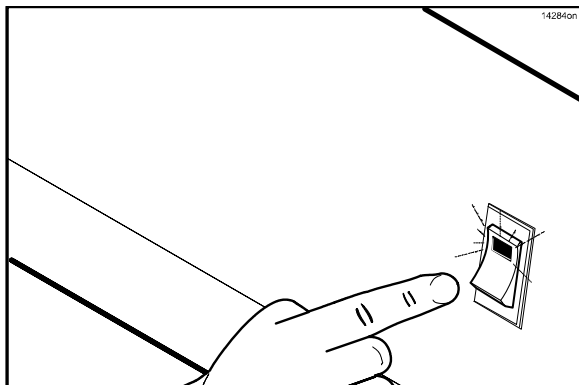

Figura 13
2. Coloque a chave de bloqueio do ventilador na posição LIGADA. O controlador exibirá a mensagem “OFF” (DESLIGADO). (Veja a Figura 13.)